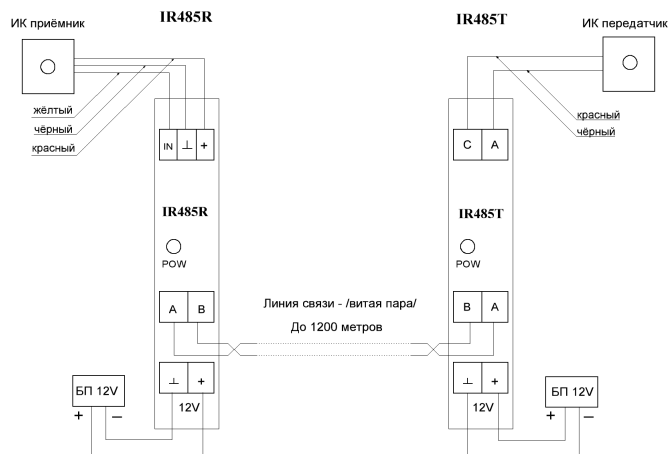

Рис. 1 Схема подключения.
1. Установите ИК приёмник см. Рис.1 таким образом, что бы световой луч от ИК пульта попадал на датчик приёмника.
2. Установите ИК передатчик см. Рис.1 таким образом, что бы световой луч от передатчика попадал на датчик приёмника исполнительного устройства.